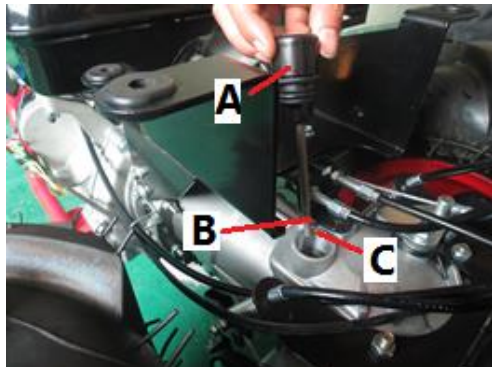

Fig 7
6. Verificați nivelul uleiului din cutia de viteze prin dopul de ulei A (fig.7), verificați ca nivelul sa fie între cele doua caneluri B și C. (vezi date tehnice)